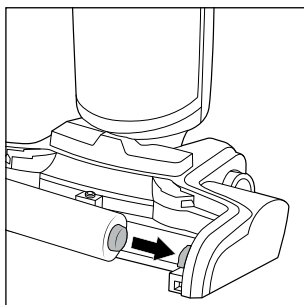

Rys. 37
- ◆ Pozostaw wałek szczotkowy ❹ i osłonę przeciwbryzgową ❺ do całkowitego wyschnięcia, zanim je ponownie zamontujesz w urządzeniu (patrz rys. 37).